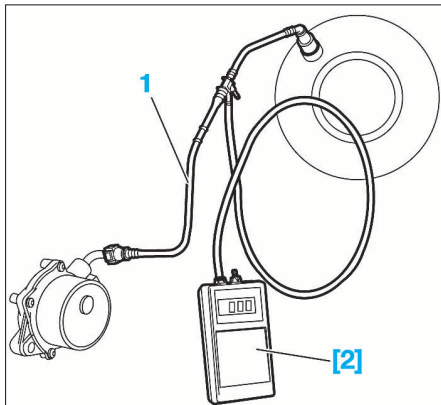

FIG. 22
- Localiser le tube de dépression (1) entre la pompe à vide et l'amplificateur de freinage. Y insérer l'outil [2] (contrôleur de pression) (Fig.22).